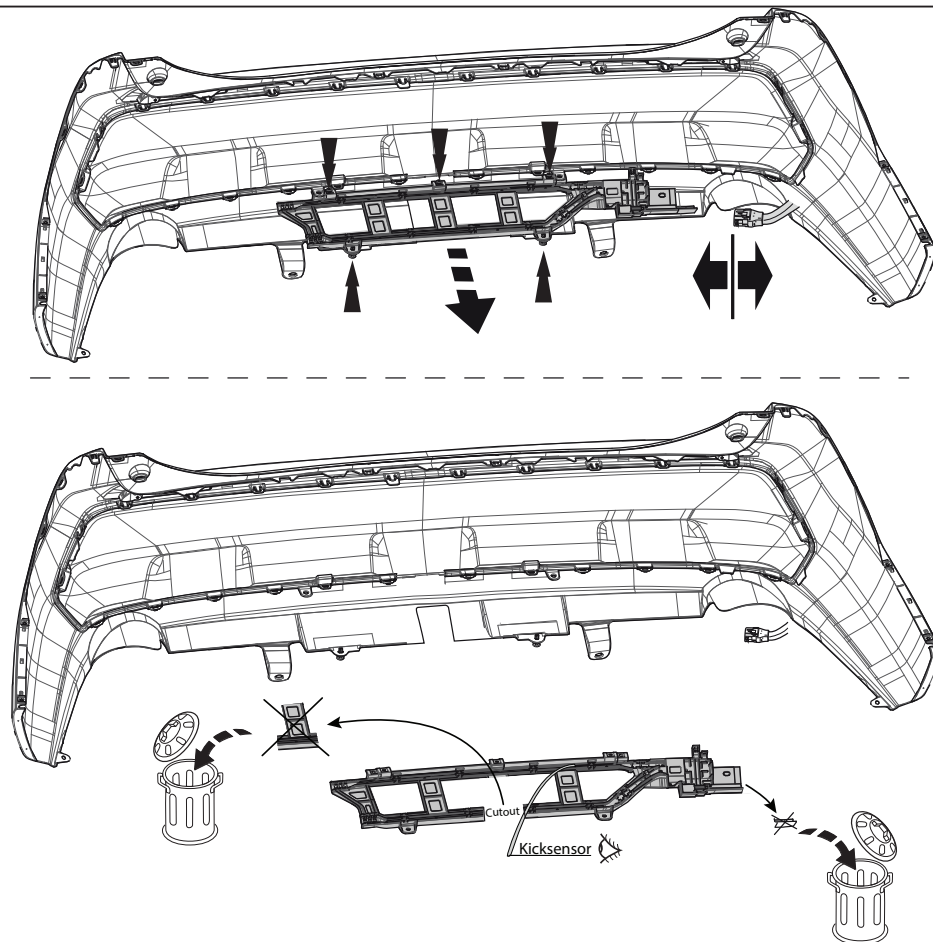

Fig.3
10. **Внимание, если имеются:** Снять детали, указанные в рис. 3.